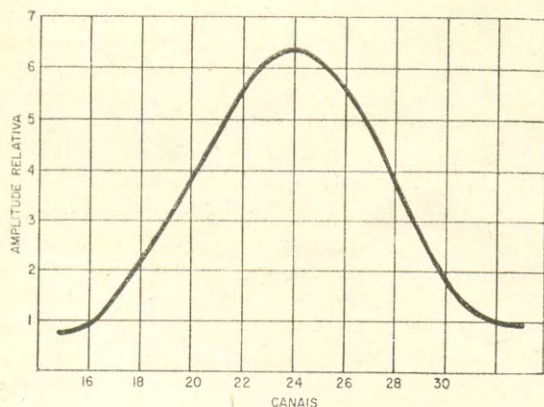

Figura 5
c) Repita os procedimentos anteriores até obter as indicações necessárias ao levantamento da curva de ressonância, a qual deverá se assemelhar àquela apresentada na figura 5.